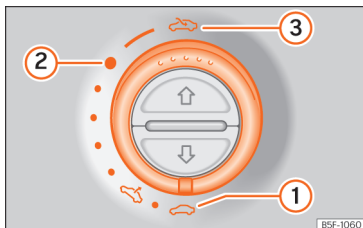

Abb. 109 Im Dachhimmel: Schalter zum Öffnen und Schließen drehen.
- Komfortstellung: Drehen Sie den Schalter auf die Position »» Abb. 109 ②.
- Schließen: Drehen Sie den Schalter auf die Position »» Abb. 109 ①.
- Öffnen: Drehen Sie den Schalter auf die Position »» Abb. 109 ③.
- Der Schalter »» Abb. 109 muss auf der Position „geschlossen“ ① stehen.